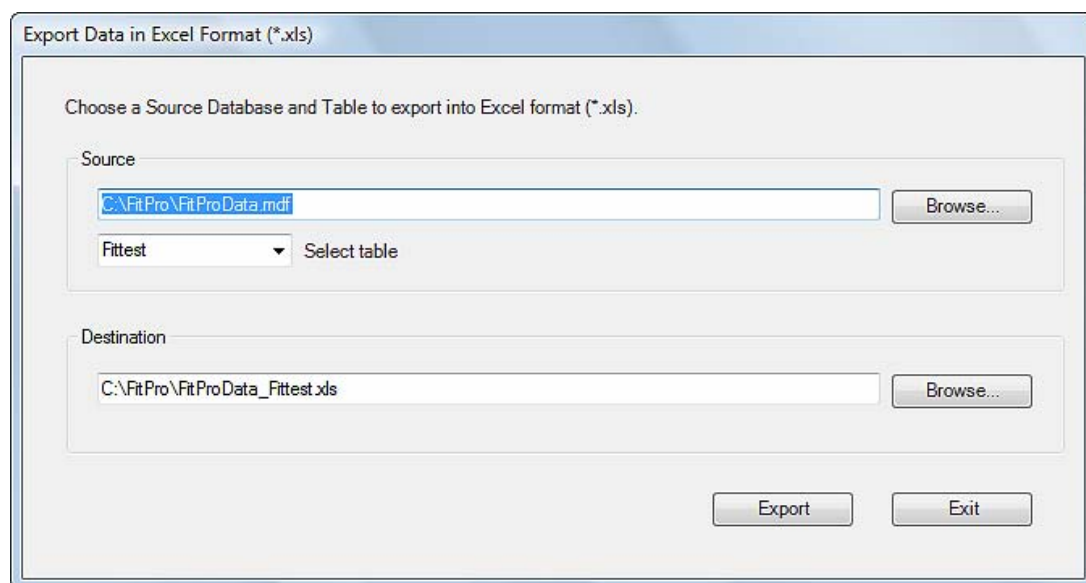

Ilustración 25. Export Data in Excel Format (Exportar datos en formato de Excel)
1. Seleccione **D**atabase | **E**xport | **E**xcel **F**ormat (Base de datos | Exportar | Formato de Excel). Aparecerá el cuadro de diálogo Export Data in Excel format (*.xls) (Exportar datos en formato de Excel [*.xls]) (Ilustración 25). De forma predeterminada, se selecciona la base de datos activa como la base de datos de origen (**S**ource). Si desea exportar desde una base de datos diferente, haga clic en **B**rowse (Examinar) y vaya al archivo de la base de datos que desee.